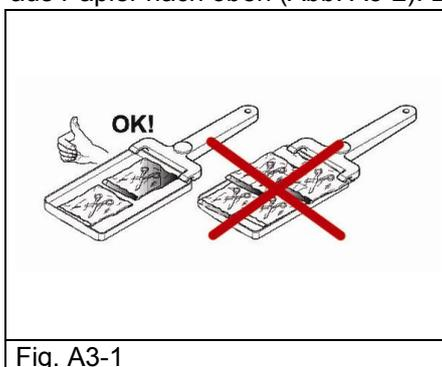

Fig. A3-1
- Zum Sterilisieren von verpackten Instrumenten die Beutel nicht übereinander auf den Tablettts anordnen (Abb. A3-1).